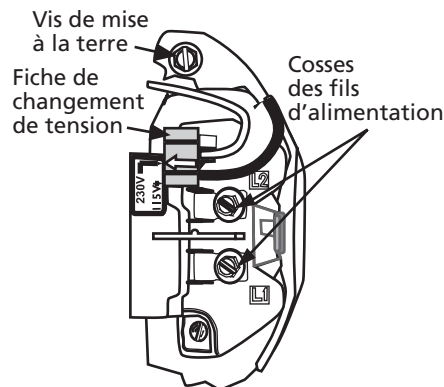

Figure 3 – Tension réglée sur le courant de 230 volts. Sélecteur à fiche
2. Tirer droit sur la fiche. (Se reporter à la Figure 3).